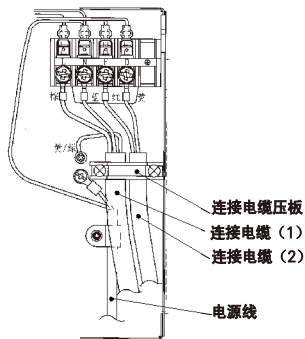
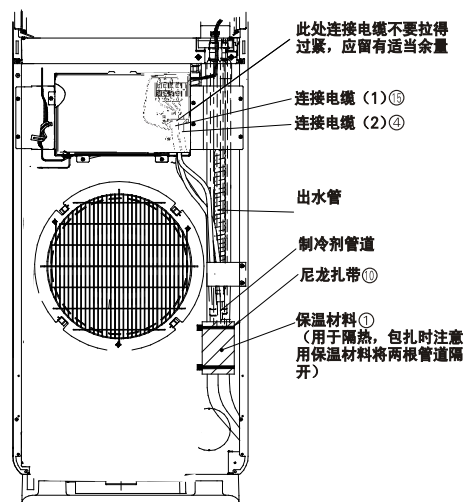

图 17
图 18
(2) 按图17、图18所示进行接线。
- (3) 必须将黄/绿芯线接至带有“⊕”标志的端子上。
- (4) 将连接电缆用电线压板压紧,以防止拉线端子受力后脱落。
- (5) 将制冷剂管道用附件⑩尼龙扎带按图18要求扎起来。
- (6) 将电源线、连接电缆(1)、(2)从制冷剂管道外连接管通过的管道孔穿过,且如果从后板或左右侧板穿过,管道孔必须装上管道护孔环,以防电源线、连接电缆破损发生漏电危险。